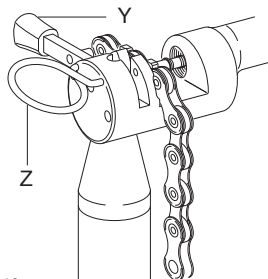

Fig.10
- Bloccate la maglia con l'apposito dispositivo di blocco (Z - **Fig. 10**).
- Verificate che la linguetta dell'utensile **UT-CN400** sia in posizione esterna (Y - **Fig. 10**).